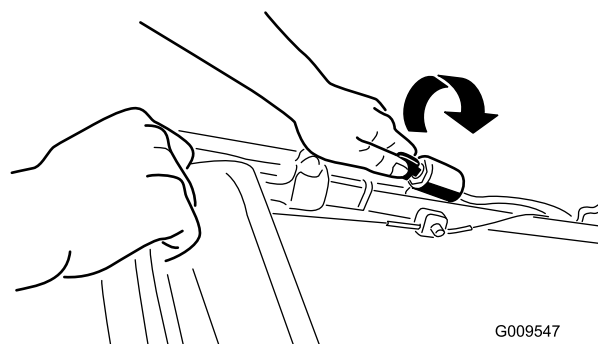
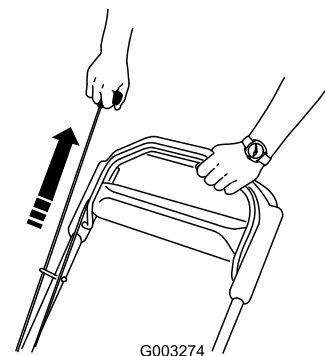

Figura 16
Figura 17
2. Gire la llave de contacto (Figura 16) o tire del arrancador de retroceso (Figura 17).
Nota: Cuando tire del arrancador de retroceso, debe tirar suavemente hasta que note resistencia; luego tire con fuerza (Figura 17). Deje que la cuerda vuelva lentamente al manillar.